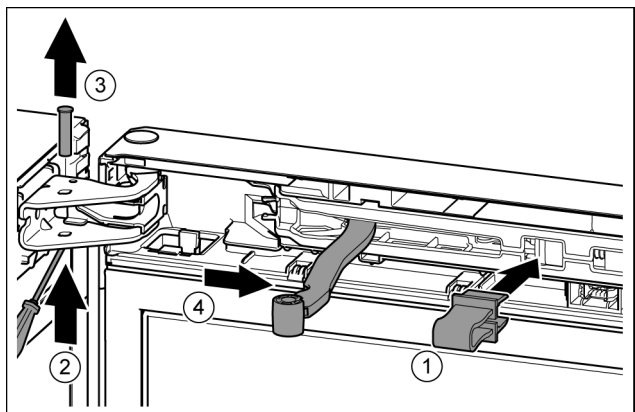

Fig. 8
- ▶ 将安全装置卡入开口。Fig. 8 (1)
- ▶ 用螺丝刀将螺栓推出。Fig. 8 (2)
- ▶ 向上取出螺栓。Fig. 8 (3)
- ▶ 将铰链转向门的方向。Fig. 8 (4)